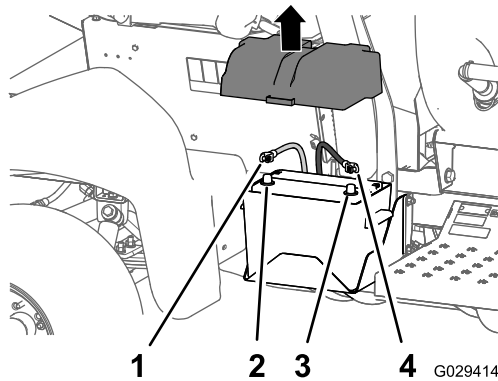

**Figure 2**
1. Déposez le couvercle de la batterie et débranchez le câble négatif (noir – masse) de la borne de batterie (Figure 2 et Figure 3).